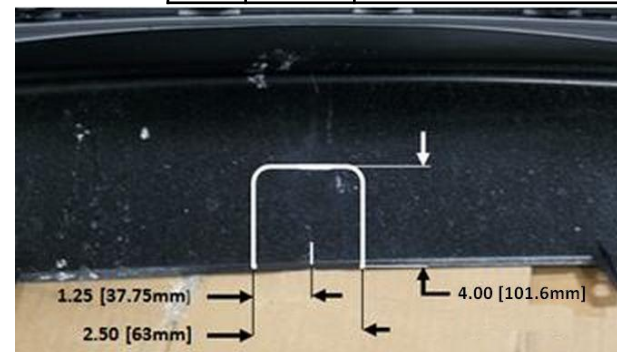

Figure 3
9. **Découpe du carénage :** Se servir de la ligne de centre marquée à l'étape 1 pour la découpe de 2,50 x 4,00 Utiliser la perceuse pour former le rayon. Voir la Figure 3.